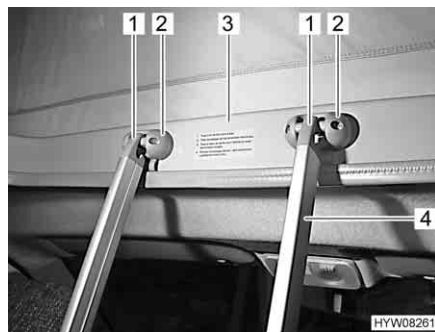

Fig. 41 Scaletta di accesso
Per accedere al letto sul tetto a soffietto utilizzare sempre la scaletta di accesso (Fig. 41,4) montata di serie.
- Agganziare la scaletta con i due archetti (Fig. 41,1) nelle graffe (Fig. 41,2) del telaio (Fig. 41,3) del tetto a soffietto.